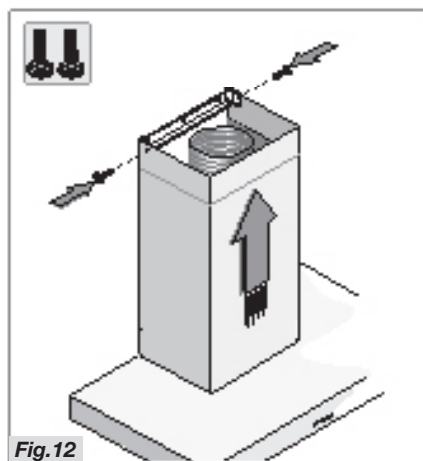

Fig.12
- Insérer la cheminée décorative supérieure dans la cheminée inférieure et les positionner sur le corps de la hotte. Faire glisser la cheminée décorative supérieure jusqu'à la bride et la fixer à l'aide de deux vis (Fig.12).